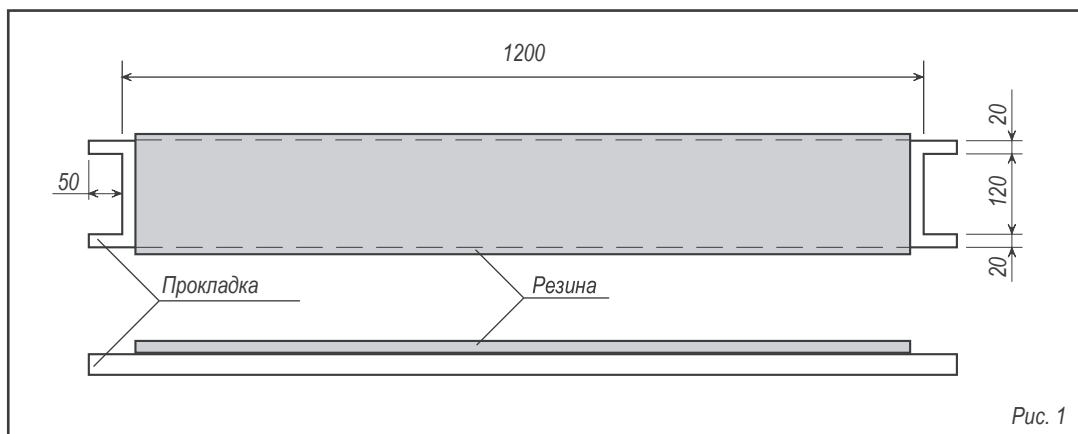

Рис. 1
1.2. Обрезиненные нижние прокладки и верхние дистанционные распорки с упорами, размером 1200x150 мм - 4 шт. (рис.1). На поверхности резины не допускается выступающих частей крепежа во избежание повреждения панелей.